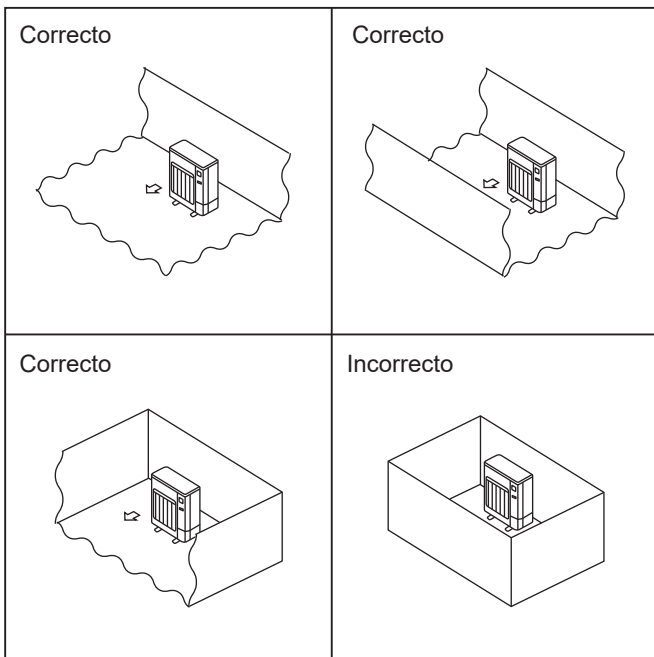

Fig. 2-1
- © Instale as unidades exteriores num local onde, pelo menos, uma das quatro laterais seja aberta e cujo espaço seja suficientemente amplo e não tenha depressões. (Fig. 2-1)